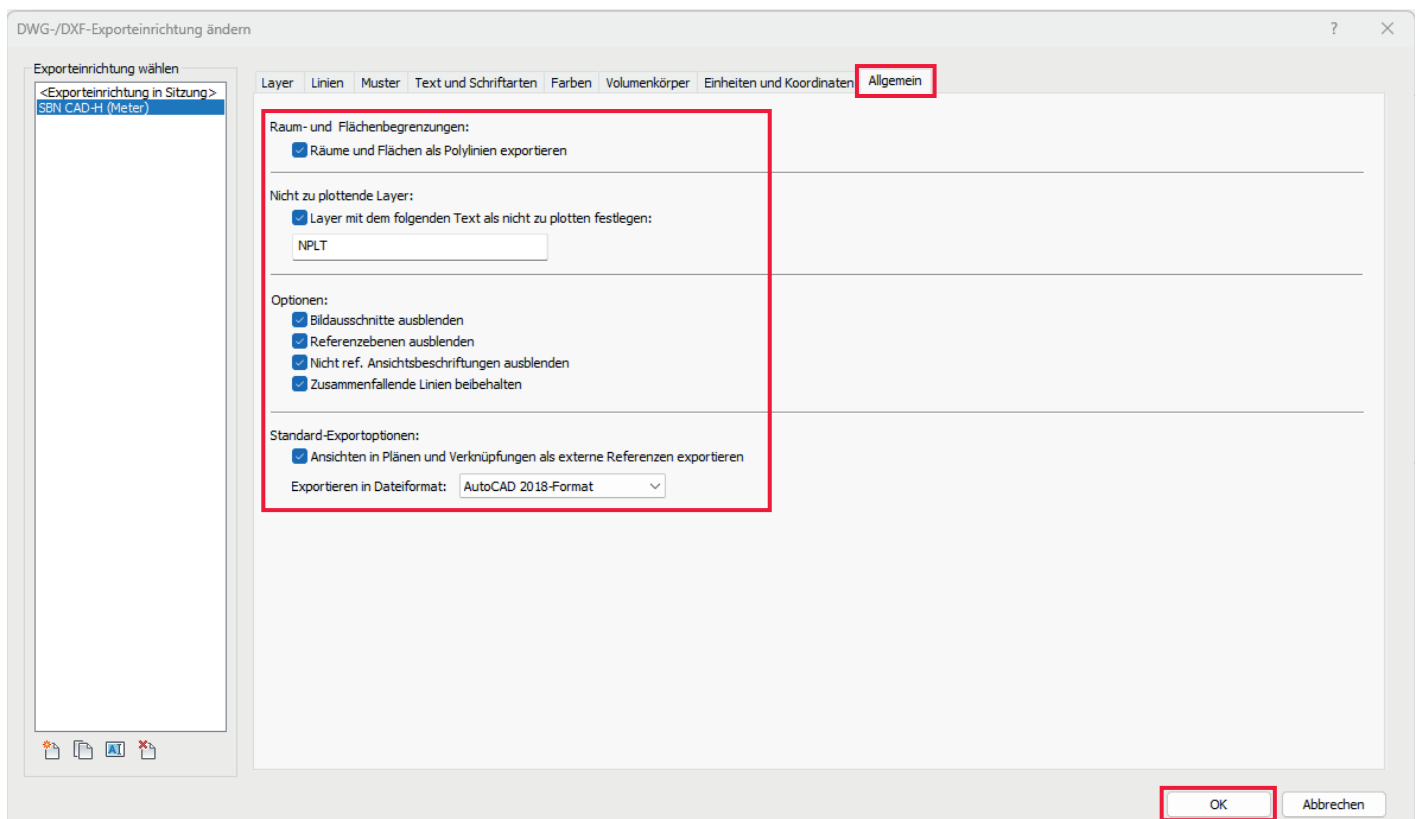

Abb.13: Allgemein
- Wählen Sie alle Haken aus. (Abb.13)